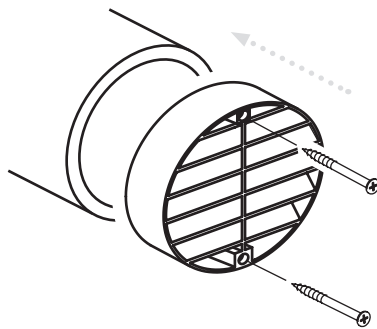

Рисунок 6.5 — Размещение решетки
8. Установите воздухозаборную решетку на трубу и закрепите с помощью самонарезающих винтов 4×90 (рис. 6.5). Можно дополнительно зафиксировать решетку клеем, не имеющим запаха и стойким к перепадам температуры.